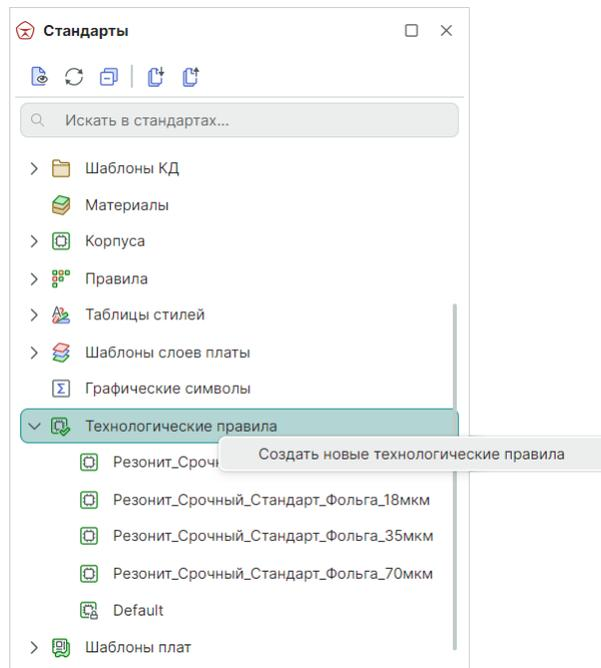

Рис. 510 Создание новых технологических правил
1. В панели «Стандарты» для узла «Технологические правила» вызовите контекстное меню и выберите пункт «Создать новые технологические правила», см. Рис. 510.